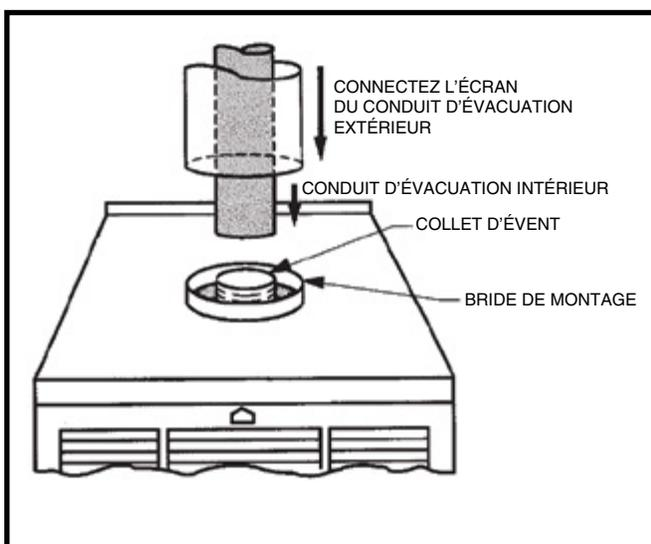

Figure 22. Branchement du tuyau d'air de combustion
3. Connectez le tuyau d'évacuation intérieur au collet d'évent de la fournaise. Voyez la Figure 22.
4. Connectez le tuyau d'air de combustion au collet de la fournaise avec une vis à tôle. Voyez la Figure 22.